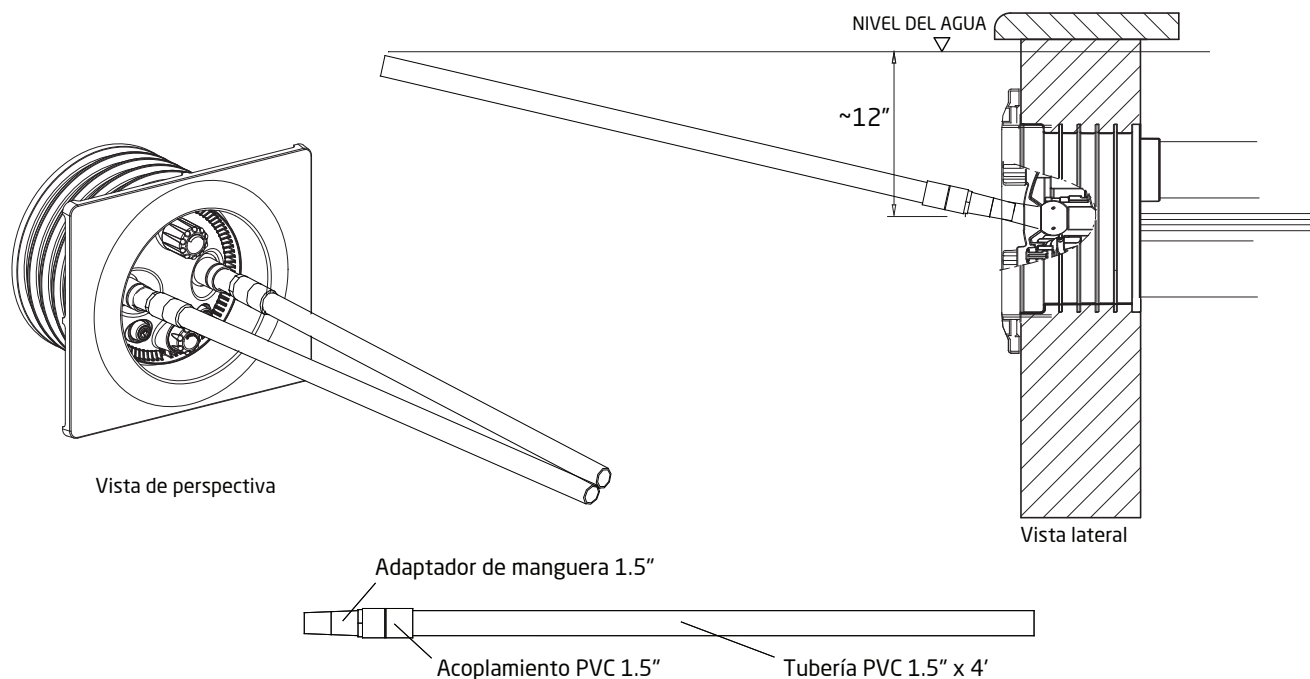

Figura 4
4. Poner los extremos de las herramientas de ajuste juntos para que se toquen entre las carcasas de chorro. Luego levantar las herramientas juntas para que los extremos toquen la superficie del agua. (Ver Figura 4)